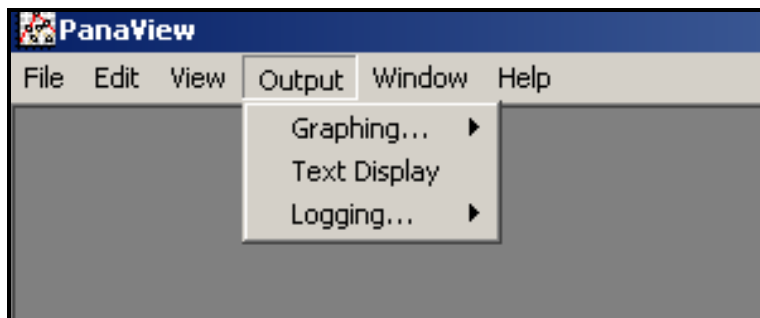

Рис. 16: Меню вывода
1. В PanaView раскройте меню *Output* (Вывод), как показано на Рисунок 16 ниже, и щелкните опцию *Text Display* (Текстовое отображение).